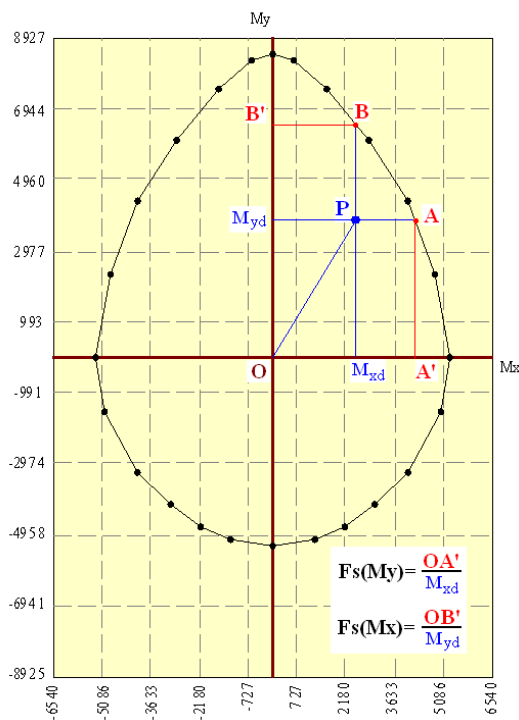

figura 1)
5. per aumento della sola componente del momento M_{xd} ($N_d=\text{cost}$, $M_{yd}=\text{cost}$) vedi *figura 1*;
7. per l'aumento della sola componente M_{yd} ($N_d=\text{cost}$, $M_{xd}=\text{cost}$) vedi *figura 1*;